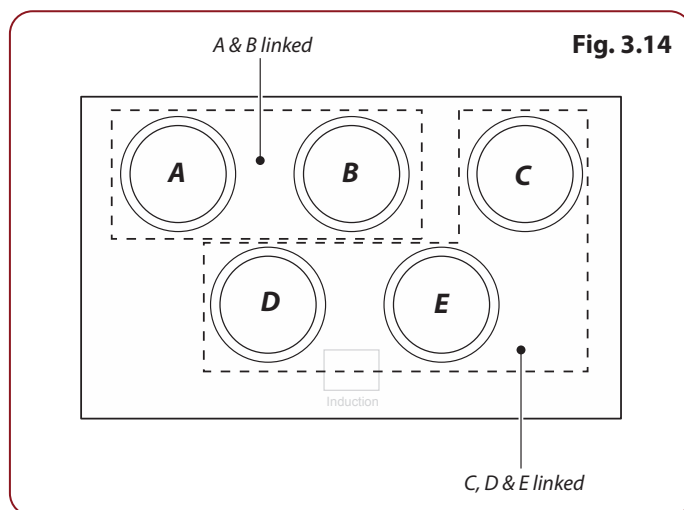

Fig. 3.15
- **Obs!** Stekbordet ska bestå av en induktionsvänlig platt botten, tillräckligt stor för att täcka zonerna A och B i kokplattans uppvärmningsområde **Fig. 3.15**.